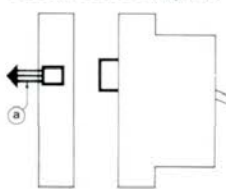

Fig. 3
■ **en version disjoncteur débrochable** sur la partie fixe du bloc fils fins, montée sur le socle débrochable ou déconnectable (fig. 3).